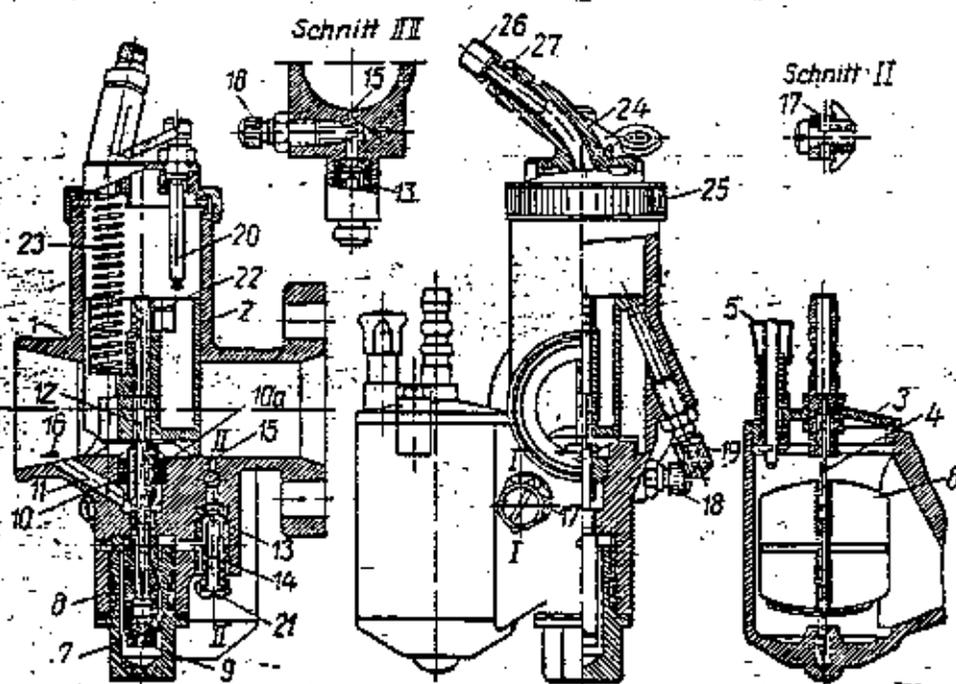

Bild 8
Die Anzeichen einer Verschmutzung der Düsen oder einer ungenügenden Kraftstoffzufuhr zeigen sich in einem plötzlichen und scharfen Leistungsabfall, einem Knallen im Vergaser und in einer der Stellung des Gashebels nicht entsprechenden Tourenzahl des Motors. In diesem Falle muß man zuerst nachsehen, ob die Öffnung in der Benzintankverschraubung, die die Verbindung mit der Außenluft herstellt, nicht verschmutzt ist. Dann muß man den Benzinhahn schließen, den Seihler abnehmen und reinigen sowie den darin befindlichen Filter auswaschen. Nachdem der Seihler wieder angebracht ist, muß man den Benzinhahn kurz öffnen und mit einer Pumpe durchblasen. Falls der Vergaser (Bild 8) verschmutzt ist, muß man ihn auseinandernehmen, auswaschen und reinigen. Hierzu muß man den Stutzen 7 abschrauben, das angelötete Sieb auswaschen und die Hauptdüse mit einer Pumpe durchblasen. Zur Reinigung der Düse darf man auf keinen Fall einen Stahldraht nehmen, da hierdurch die Düsenöffnung verändert und damit die Arbeit
4. Die Kontermutter und die Befestigungsschraube 19 (Bild 8) lösen, und letzere soweit anziehen, daß der Drosselschieber 2 leicht gehoben wird und der Motor einige höhere Touren macht.